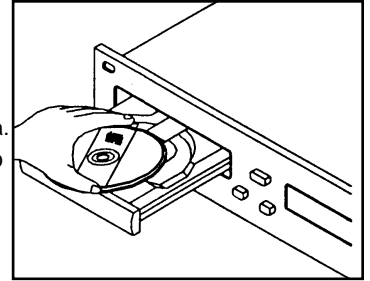
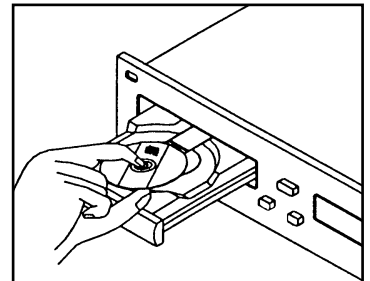

Fig. 10
Fig. 11
- Al usar discos de 5 pulgadas/12 cm, meta el disco los guías exteriores de la bandeja (Fig. 10), Y al usar discos de 3 pulgadas/8 cm, métalos firmemente a las guías interiores (Fig.11).